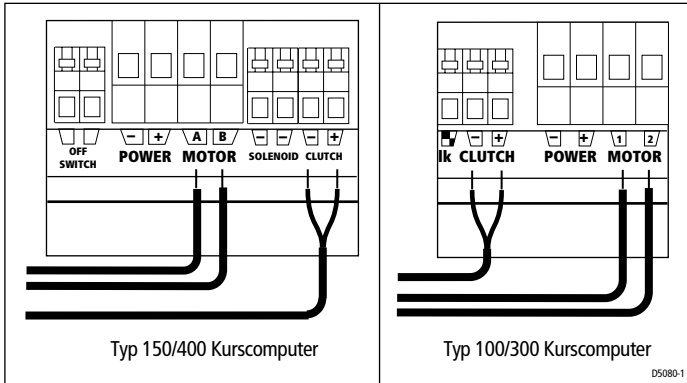

Abb. 8: Kabelanschlüsse am Kurscomputer
4. Schließen Sie die Kabel an den Kurscomputer an (siehe Abbildung 8):